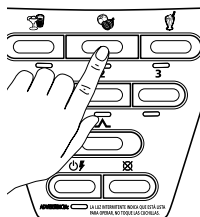

Fig. 20
4. Presione uno de los tres botones de los programas inteligentes adecuado para su receta (Fig. 20).